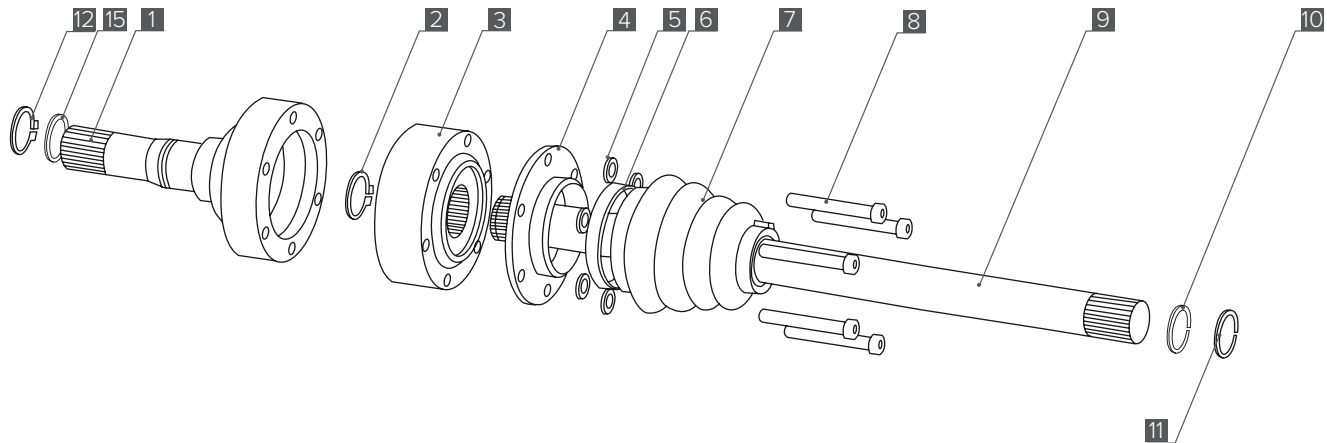

Рис. 1
**Комплект передних приводов Нивы (Рис.1):**